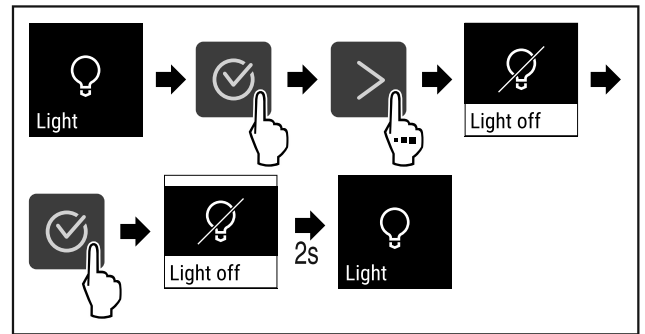

Fig. 67
- ▶ Atlikite veiksmus (žr. Fig. 67).